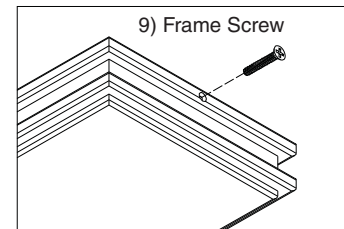

Fig 8
10. To install Diffuser Frame (5), angle end opposite the Bracket (7) downward, then insert bracket (7) between Fixture Housing (1) and ceiling. Pivot upward and secure with Frame Screw (9) provided. Do not over tighten screw, could damage frame. **See Fig 8**
10. Para instalar el marco del difusor (5), doble el extremo opuesto al soporte (7) hacia abajo, a continuación, inserte el soporte (7) entre la cubierta de instalación (1) y el techo. Gírelo hacia arriba y asegúrelo con el tornillo del marco (9) proporcionado. No apriete demasiado el tornillo, podría dañar el marco. **Vea Fig 8.**
Voir fig 8.